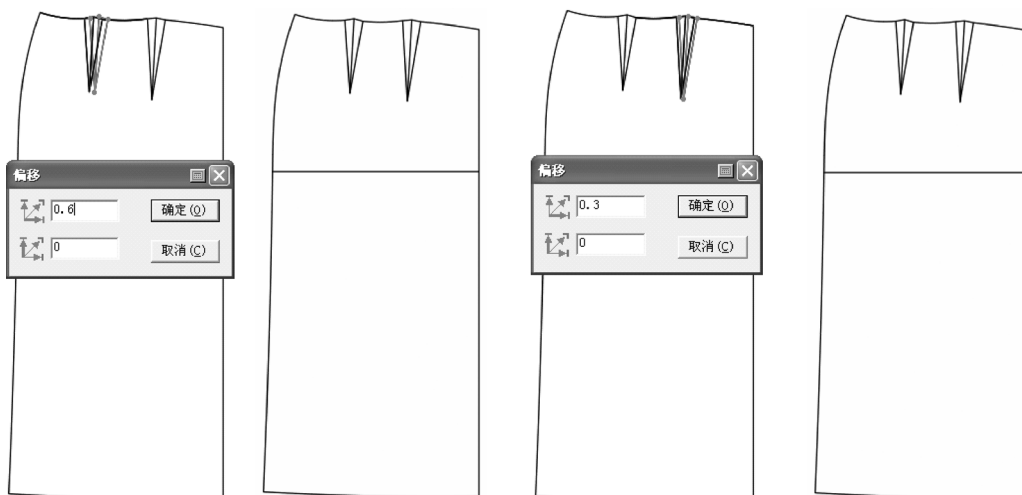

图1-14
(3) 选择  【调整】工具框选后片第一个腰省，按【Enter】键输入横向0.6cm即可。继续用  【调整】工具框选后片第二个腰省，按【Enter】键输入横向0.3cm确认即可（图1-14）。